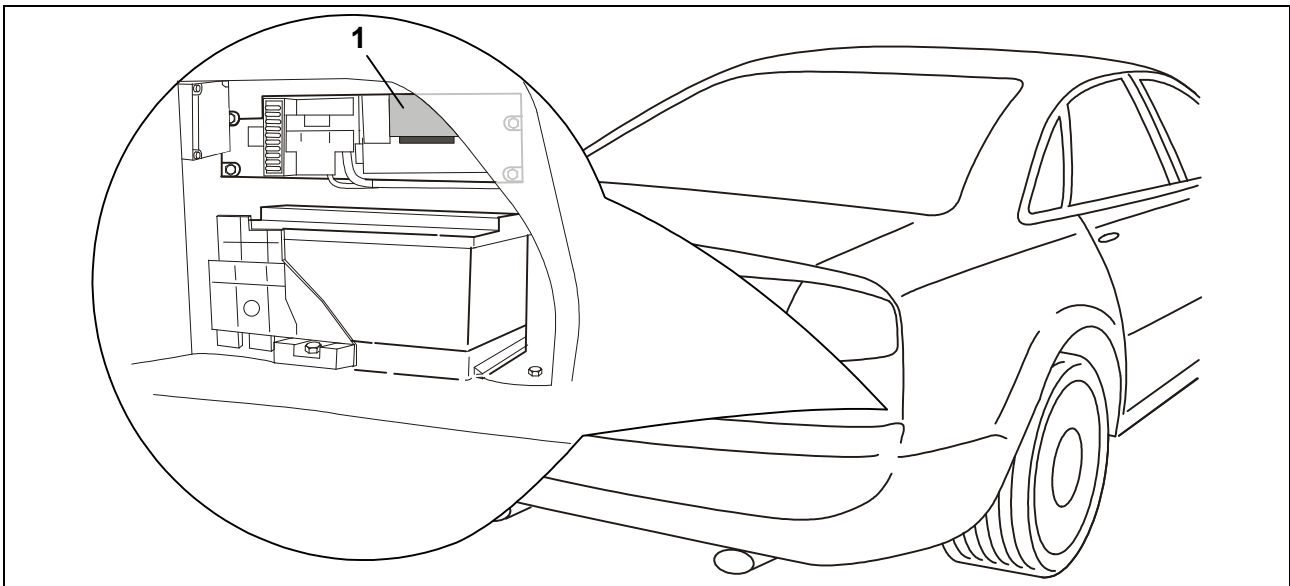

Fig. 5 : Dispositif de commande arrière (ILM)
19. Retirer la fiche à 32 pôles (bleu) du dispositif de commande arrière (ILM) (Fig. 5/1).
23. Mettre en place la fiche à 32 pôles (bleu) sur le dispositif de commande arrière (ILM) (Fig. 5/1).